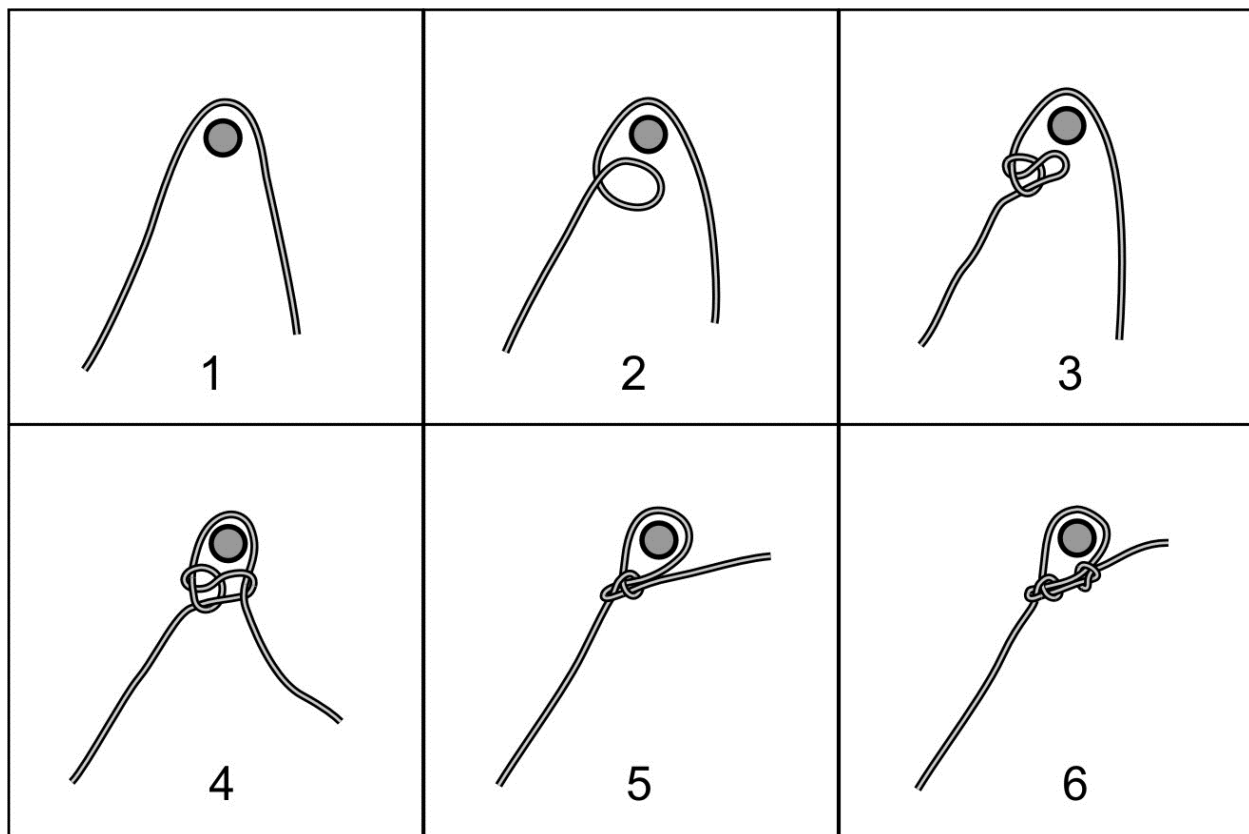

Рисунок 17
29.2.2. Узел «булинь» (рисунок 17).